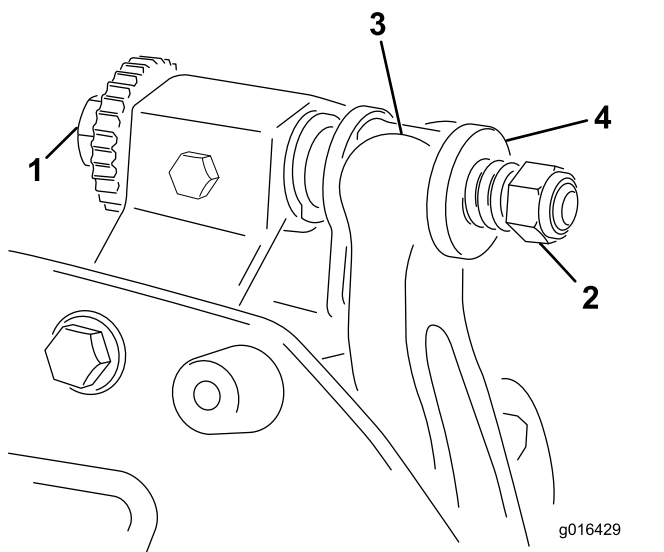

Figura 21
1. Ruotate la vite di regolazione della barra di appoggio in senso antiorario per allontanare la controlama dal cilindro (Figura 21).
2. Allentate il dado di tensione della molla finché la rondella non sarà più in tensione contro la barra di appoggio (Figura 21).
1. Montate la barra di appoggio, posizionando gli attacchi di montaggio tra le rondelle e la vite di regolazione della barra di appoggio (Figura 21).